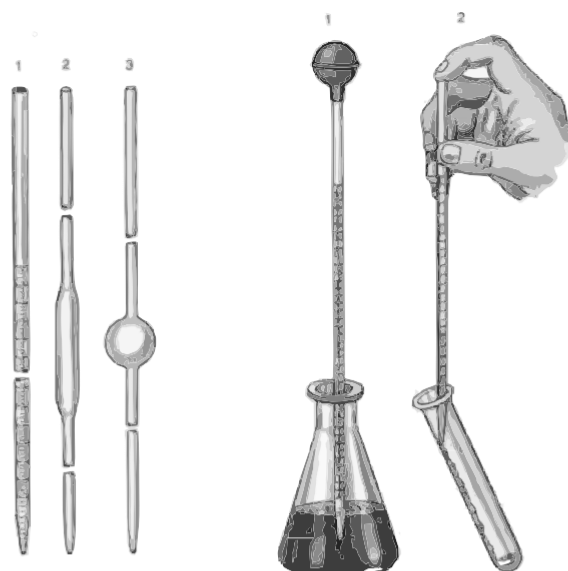

Figura 4.1. Forma correcta de utilizar la pipeta.
- 1.1 Tomar correctamente una pipeta de 10 ml como lo muestra la figura 4.1. Observar la escala de medición.